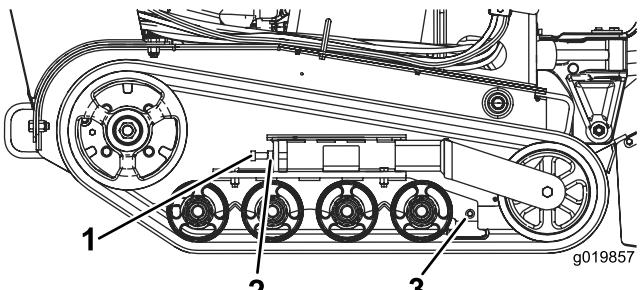

Bild 46
3. Lösen Sie die Klemmmutter an der Spurspannschraube (Bild 46)
4. Ziehen Sie die Spannschraube mit 32,5 bis 40,7 Nm fest, um die Kette zu spannen (Bild 46).
4. Lösen Sie die Spannschraube und Klemmmutter (Bild 46).